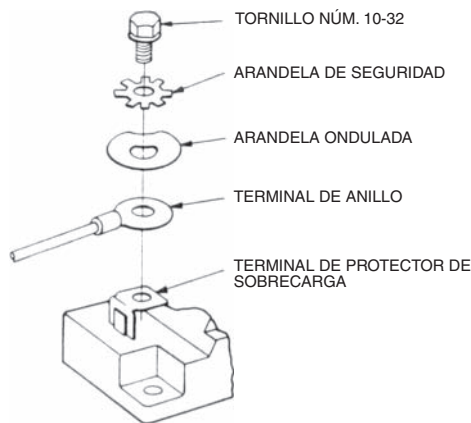

Figura 3 – Apriete tornillos de terminales con par de torsión máximo de 20 Lb-In (2.3 Nm)
*Modelos entregados con (3) protectores de sobrecarga. L2 también debe conectarse a los protectores de sobrecarga.
Use (1) tornillo, (1) arandela ondulada y (1) arandela de seguridad con dientes externos para cada una de las conexiones. Ensamble las partes en la secuencia mostrada en la Figura 3.